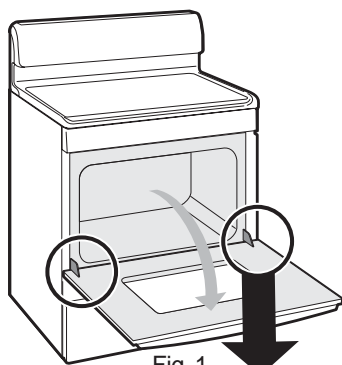

Fig. 1
1. Abra completamente la puerta del horno (dejándola horizontal con el piso – Ver Fig. 1).